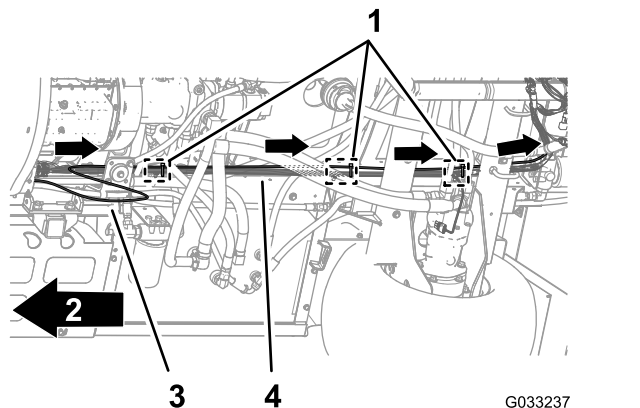

Рисунок 94
1. Проложите трубку датчика давления для манометра на приборной панели вдоль заднего жгута проводов машины (Рисунок 94).
2. Прикрепите трубку датчика давления к заднему жгуту проводов с помощью трех кабельных стяжек, расположенных рядом с тремя вставными держателями в точках крепления на шасси, предназначенных для заднего жгута проводов (Рисунок 94).